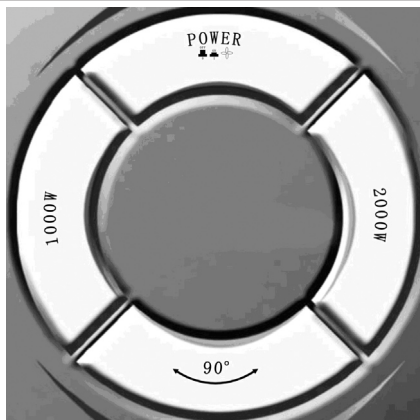

Рис. 2
4.2. Панель управління (Рис. 2)